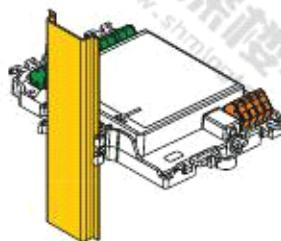

图 4
- 安装在顶帽型导轨上 (图 4)
- 安装在顶帽型导轨上(图 4)
1. 在模块上安两只安装脚(图 4)。